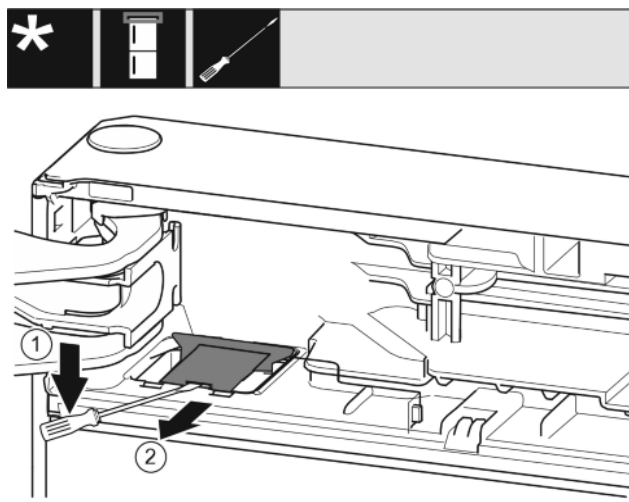

Fig. 8
- Mit einem Schlitzschraubendreher die Abdeckung ausrasten und aufheben. Fig. 8 (1)
- Abdeckung herausnehmen. Fig. 8 (2)